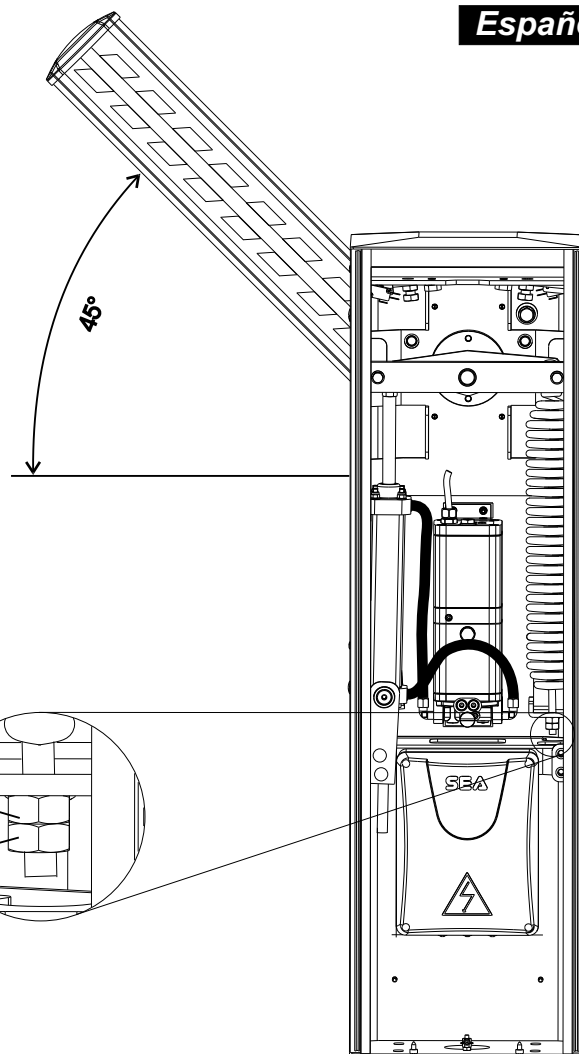

Fig. 12
- Desbloquear el asta mediante el desbloqueo manual, de modo que la misma sea libre de abrirse y cerrarse manualmente (Fig. 12).
- Destornillar o apretar la tuerca tensamuelle hasta que el muelle equilibre el peso del mástil inclinado de 45° (Fig. 12). La condición optimal de un perfecto balanceo se obtiene cuando el mástil se queda detenido en la posición indicada en Fig. 12.